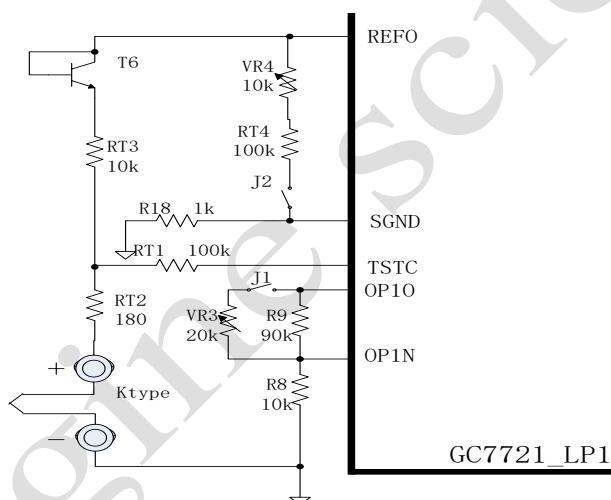

图 36 温度测量 (1)
2、容易实施的两个温度校准点有水的冰点 ( $0^{\circ}\text{C}$ ) 和沸点 ( $100^{\circ}\text{C}$ )。图 36 和 37 中的 VR4 用于低温 ( $0^{\circ}\text{C}$ ) 时的校准，VR3 用于高温 ( $100^{\circ}\text{C}$ ) 校准。当外部连接的 K-type 热电偶的温度系数达到  $40\mu\text{V}/^{\circ}\text{C}$  时，可以调整 VR3 以使放大器放大至 2.5 倍。
3、当使用图 36 时请注意以下两方面：